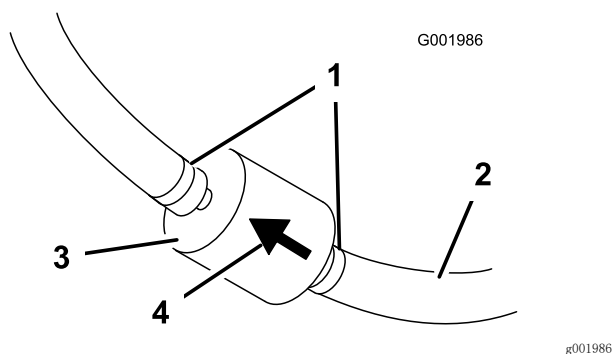

图41
5. 将软管夹的两端挤压到一起，将它们滑离滤清器（图41）。